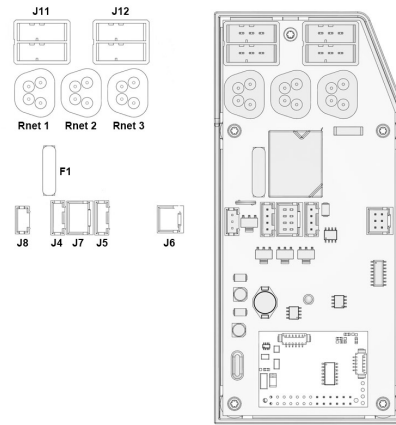

Abbildung 77. ICS-Hauptmodul
10. Verkabelung der AP Sitzhöhenverstellung vom ICS Master Modul entfernen. Sie ist an einen der Kontakte J11 oder J12 angeschlossen. Siehe Abbildung. 77. Kabel von den Leistungshaltern lösen. Für spätere Montage beachten, wie das Kabel montiert ist.